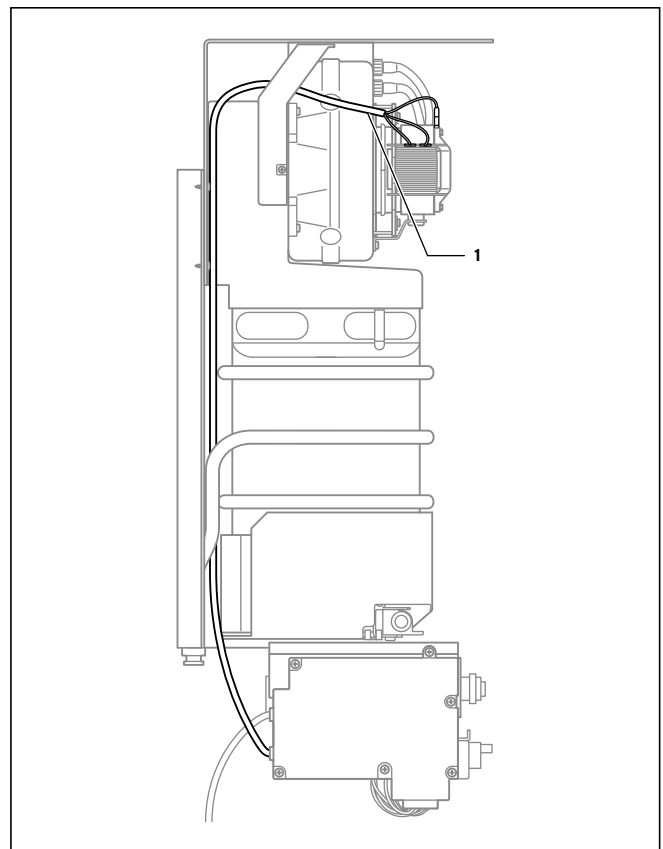

Fig. 7.10 Cavo del ventilatore
- Quando si sostituisce il cavo del ventilatore, assicurarsi di posarlo correttamente (1) nell'apparecchio (fig. 7.10).